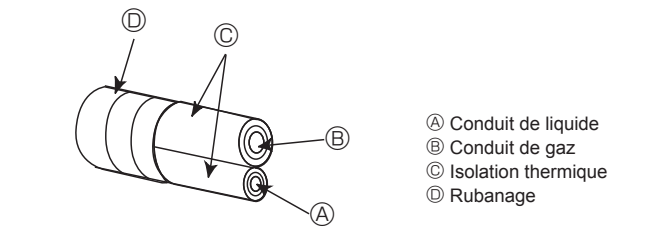
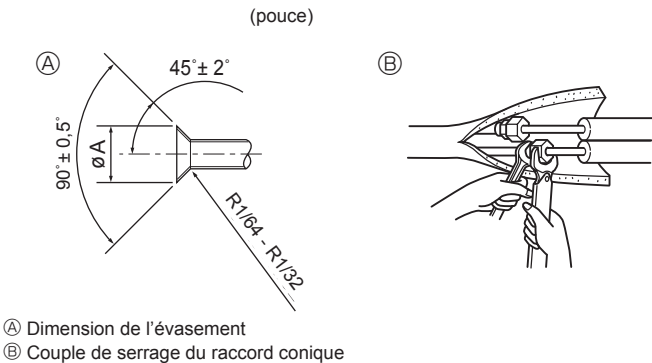

Fig. 4-4
Fig. 4-5
4.3. Connexion des tuyaux (Fig. 4-4, Fig. 4-5)
- S'il est trop serré, il risque de se rompre et de provoquer une fuite de réfrigérant. [Fig. 4-5]
- Appliquer un fil lm mince d'huile réfrigérante sur la surface du tuyau et du support du joint avant de serrer l'écrou évasé. (A)
- Utiliser deux clés pour serrer les connexions des tuyaux. (B)
- Appliquer de l'huile réfrigérante sur toute la surface évasée du fond. (C)
- Utiliser les écrous évasés correspondant aux tailles de tuyaux suivantes. (D)
(A) (Fig. 4-5)